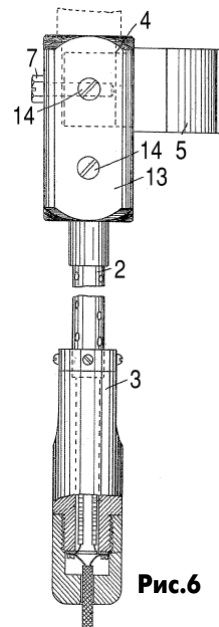

Рис.6
**Паяльник** описан в патенте Великобритании 179886 (1921 г.). Он состоит (рис.6) из ручки 3, соединительной трубки 2 и головки 13, в которой расположены нагревательные обмотки. Отличительной особенностью паяльника является то, что жало 5 можно устанавливать в любое положение с помощью винтов 7 и 14.